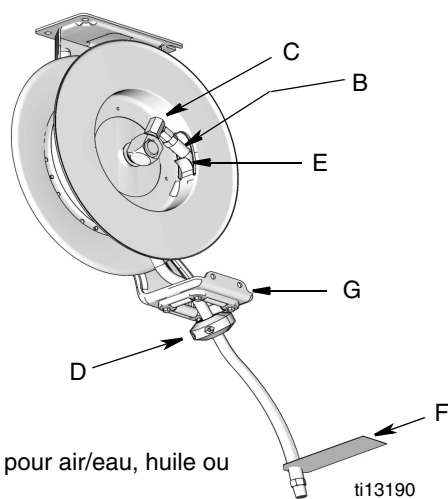

FIG. 21
9. Faites passer l'extrémité du flexible (B) dans le guide de flexible (G) puis par l'orifice (E) de l'enrouleur (FIG. 21).
6. Débranchez le flexible (B) du pivot (C). (FIG. 21)
7. Installez l'arrêtoir de flexible (D) à l'extrémité du flexible. Si le flexible a une étiquette de mise en garde, l'arrêtoir de flexible devra être installé sur la même extrémité que celle-ci (F).